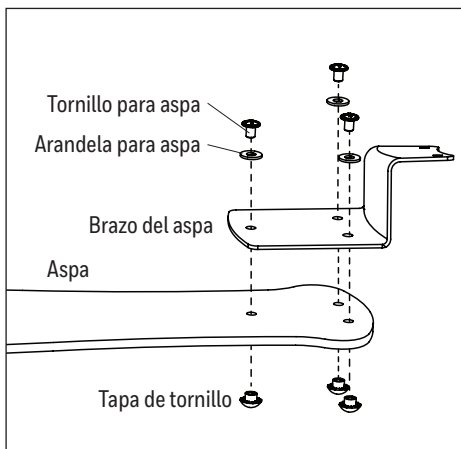

Figura 5.4
4. Fije el aspa al brazo del aspa con el tornillo para aspa, arandela para aspa y tapa de tornillo del kit de aditamentos. Repita para cada aspa (Figura 5.4).